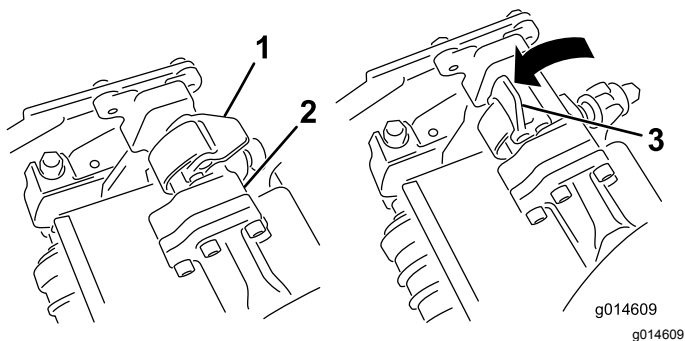
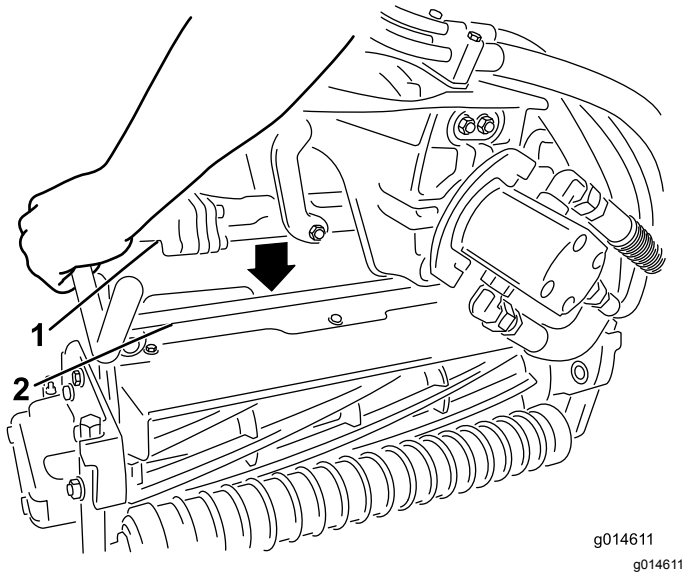

Bild 42
Bild 43
3. Die Riegel an der Aufhängearmstange müssen nach oben zeigen (d. h. offen) (**Bild 42**); drücken Sie den Aufhängearm dann so nach unten, dass die Stange über die Stange an der Oberseite der Schneideinheit passt (**Bild 43**).
4. Drücken Sie die Riegel nach unten um die Schneideinheitstange herum und arretieren sie (Bild 42).
4. Öffnen Sie die Riegel an der Aufhängearmstange der Schneideinheit, die Sie entfernen möchten (Bild 42).